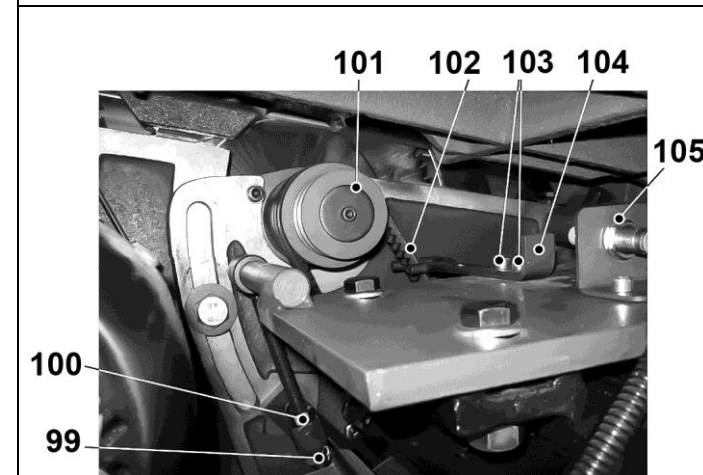

Рис. 26
9.4.5. Натяните и надёжно закрепите приводные ремни (102). Помните, чрезмерное натяжение ремней приводит к их преждевременному выходу из строя, Рис. 26.